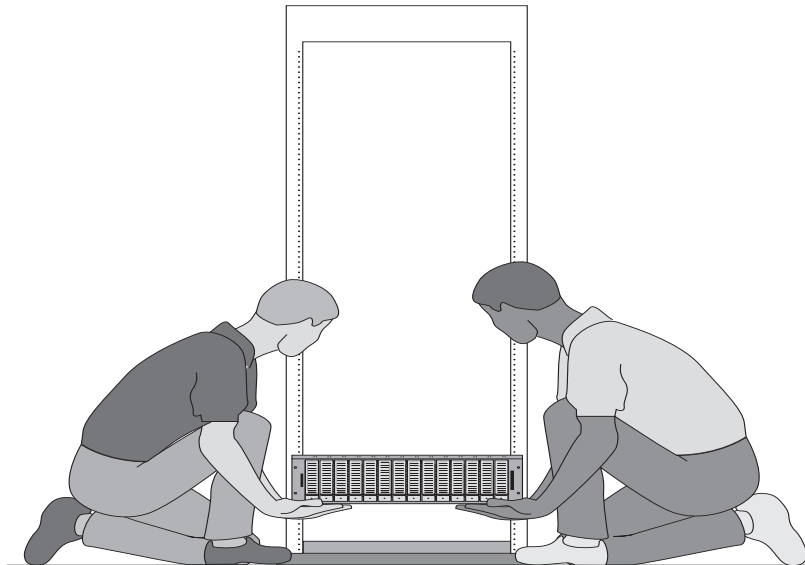

FIGURE C-4 Retrait des capuchons du plateau
1. Débloquez et retirez les capuchons gauche et droit du plateau pour pouvoir accéder aux trous de montage des vis (voir FIGURE C-4).